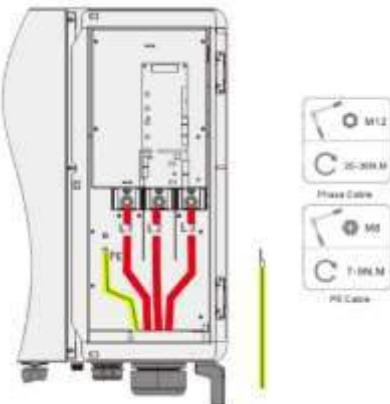

Fig. 4-33 Asegure los cables
- 6) Asegure los cables a los terminales correspondientes (Fig. 4-33).